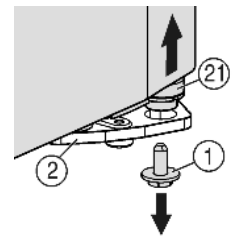
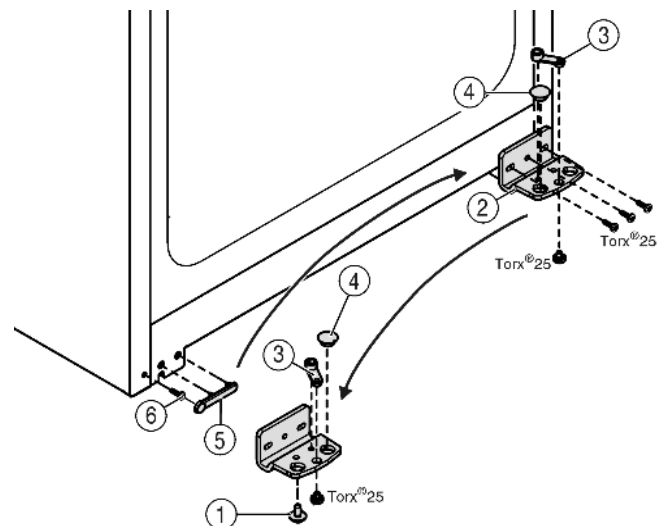

Fig. 5
Fig. 6
- ▶ Rechts onder aan de lagerbus de borgschroef Fig. 5 (1) uitdraaien.
- ▶ De lagerbout Fig. 5 (21) komt uit de lagerbus Fig. 6 (2) los.
- ▶ Indien de lagerbout Fig. 5 (21) niet kan worden losgedraaid, de bout van onderaf naar buiten drukken.
- ▶ Lagerbus Fig. 6 (2) losschroeven.
- ▶ Lagerdeel Fig. 6 (3) losschroeven en in het tegenoverliggende opnamegat van de lagerbus omzetten en weer vastschroeven.
- ▶ Stop Fig. 6 (4) uit de lagerbus verwijderen en in de tegenoverliggende opening van de lagerbus omzetten.
- ▶ Afdekking Fig. 6 (5) aan kant van de greep voorzichtig wegnemen.
- ▶ Schroef Fig. 6 (6) uitdraaien en aan de andere kant weer indraaien.
- ▶ Afdekking Fig. 6 (5) weer terugplaatsen.
- ▶ Lagerbus Fig. 6 (2) aan de nieuwe scharnierzijde evt. met behulp van een accuschroevendraaier weer **goed (met 4 Nm)** vastschroeven.
- ▶ Borgschroef *Fig. 5 (1)* onder in de lagerbout draaien en vastschroeven (met 4 Nm).